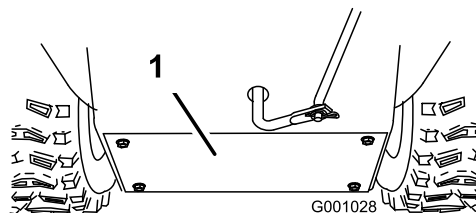

Figura 35
3. Scoateți capacul posterior (**Figura 35**).